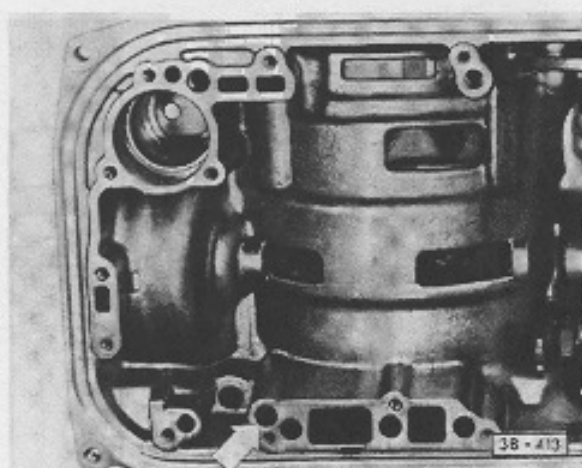

Abb. 10 1.-Gang-Bremse auf Funktion prüfen
- Auf Funktion prüfen, Abb. 10